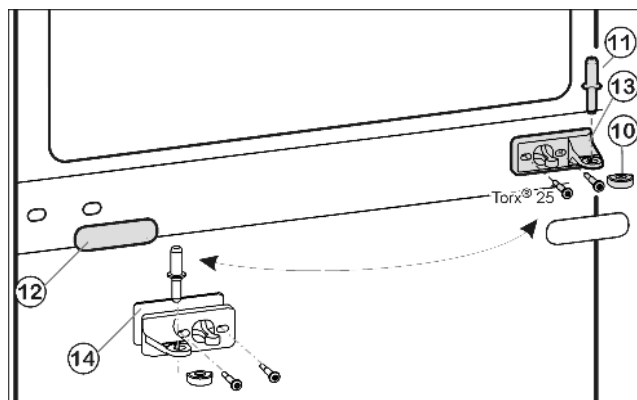
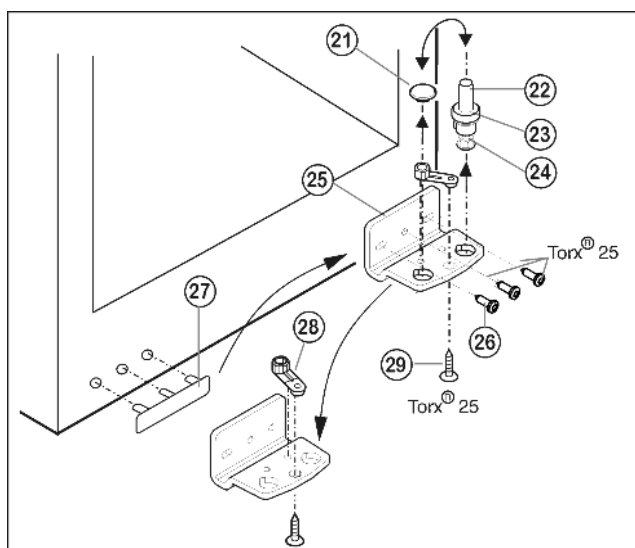

Fig. 9
Fig. 10
- Вытащите из опорного кронштейна и нижней дверцы средний опорный винт Fig. 9 (11).
- Снимите пластмассовый колпачок Fig. 9 (10).
- Открутите средний опорный кронштейн Fig. 9 (13) (2 шт. Torx® 25).
- ▶ Осторожно снимите накладку Fig. 9 (12).
- ▶ Прикрутите средний опорный кронштейн Fig. 9 (13) с подкладкой Fig. 9 (14) с поворотом на 180° на новую сторону шарнира **(с моментом 4 Нм)**.
- ▶ Защелкните накладку Fig. 9 (12), повернув на 180°, на стороне, где теперь будет ручка.
- ▶ Извлеките опорный винт Fig. 10 (22) в комплекте с шайбой Fig. 10 (23) и регулируемой опорой Fig. 10 (24), вытягивая его вверх.
- ▶ Снимите пробку Fig. 10 (21).
- ▶ Открутите Fig. 10 (26) опорный кронштейн Fig. 10 (25).
- ▶ Открутите Fig. 10 (29) опорную деталь Fig. 10 (28) и, переставив в отверстие на противоположной стороне опорного кронштейна, снова прикрутите.
- ▶ Осторожно снимите и переставьте на противоположную сторону крышку со стороны ручки Fig. 10 (27).
- ▶ Снова прикрутите опорный кронштейн Fig. 10 (25) на новой стороне шарнира **(с моментом 4 Нм)**. При необходимости используйте аккумуляторный шурупверт.
- ▶ Переставьте пробку Fig. 10 (21) в свободное отверстие.
- ▶ Вновь установите опорный винт Fig. 10 (22) в комплекте с шайбой и регулируемой опорой. При этом фиксатор должен быть направлен назад.
- ▶ Установите нижнюю дверцу сверху на нижний опорный винт Fig. 10 (22).
- ▶ Снова наденьте пластмассовый колпачок Fig. 9 (10) на средний опорный кронштейн Fig. 9 (13).
- ▶ Вставьте средний опорный винт Fig. 9 (11) на новой стороне шарнира через средний опорный кронштейн Fig. 9 (13) в нижнюю дверцу.
- ▶ Установите верхнюю дверцу на средний опорный винт Fig. 9 (11).
- ▶ При необходимости выровняйте дверцы через два продольных паза в нижнем опорном кронштейне Fig. 10 (25) и среднем опорном кронштейне Fig. 9 (13) параллельно корпусу устройства. Для этого выкрутите средний винт на нижнем опорном кронштейне Fig. 10 (25).